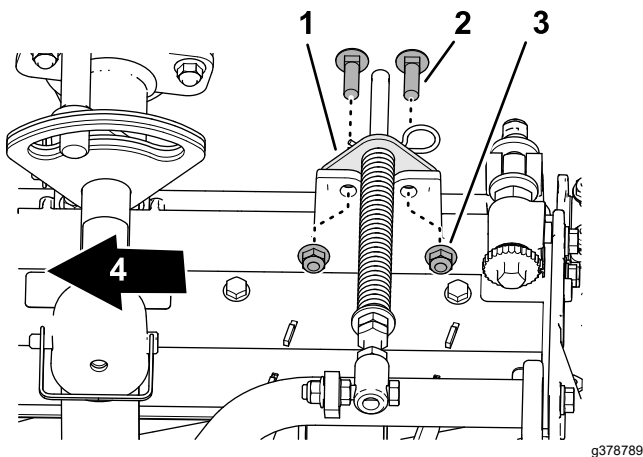

**Figure 19**
4. Fixez le ressort de compensation sur la patte droite du bâti porteur (Figure 19) avec le contre-écrou à embase ( $\frac{3}{8}$  po).